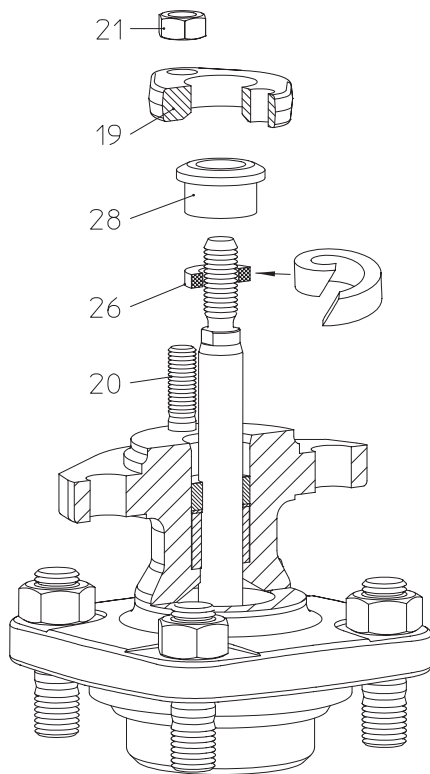
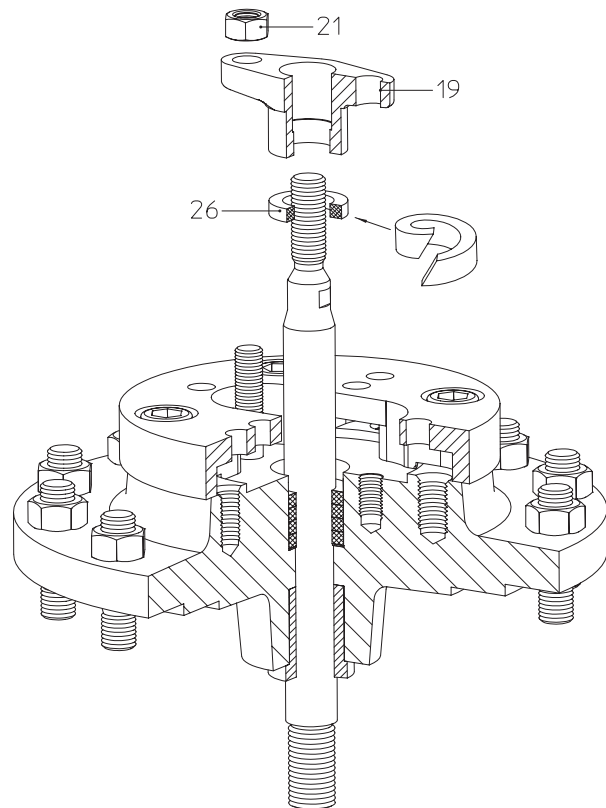

Fig. 11: Packboxtätning DN15-150
Fig. 12: Packboxtätning DN125v-150v
- Montera den nya packningsringen (Pos 26), enl. Fig. 11 resp. Fig. 12.